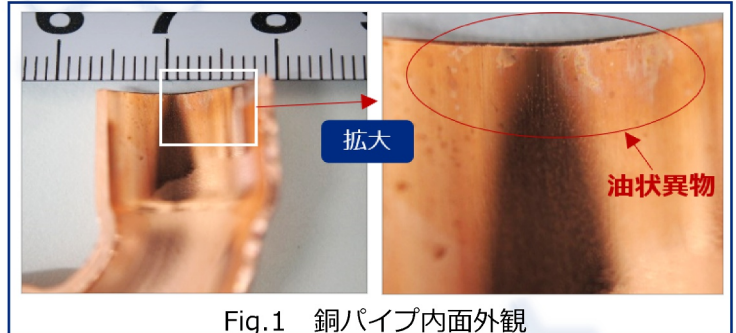

Fig.1 銅パイプ内面外観
■ 銅パイプの端部内面に見られた**油状の異物**(Fig.1)について、デジタルマイクロスコップ、走査電子顕微鏡(SEM)による**拡大観察**、エネルギー分散形X線分析装置(EDS)による**元素分析**、フーリエ変換赤外顕微分光装置(FT-IR)による**成分分析**を行いました。